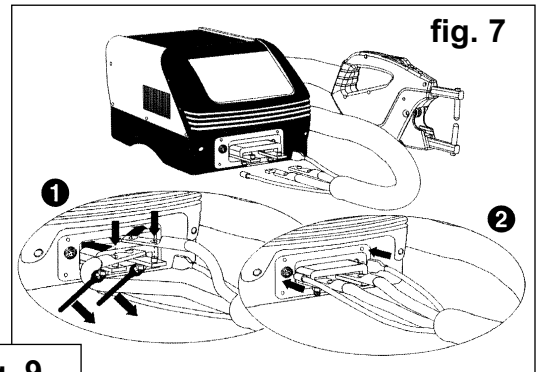

fig. 7
8.3. PNEUMATIC CLAMP CONNECTION (fig. 7)